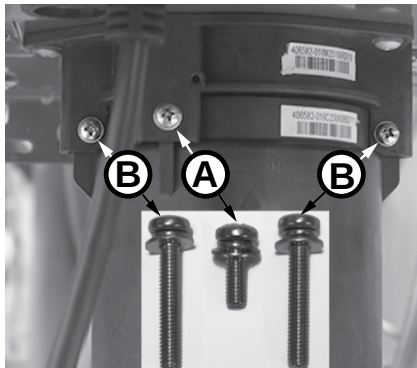

Figura 221 - Identifique los tornillos del cartucho.
- 6** Ubique los tres (3) tornillos que fijan el cartucho X3®/de derivación, como se muestra en la Figura 221. Retire el tornillo **(A)** M4-12 mm y los dos tornillos **(B)** M4-25 mm del cartucho. Deje los tornillos a un lado en un lugar seguro para volver a instalarlos.